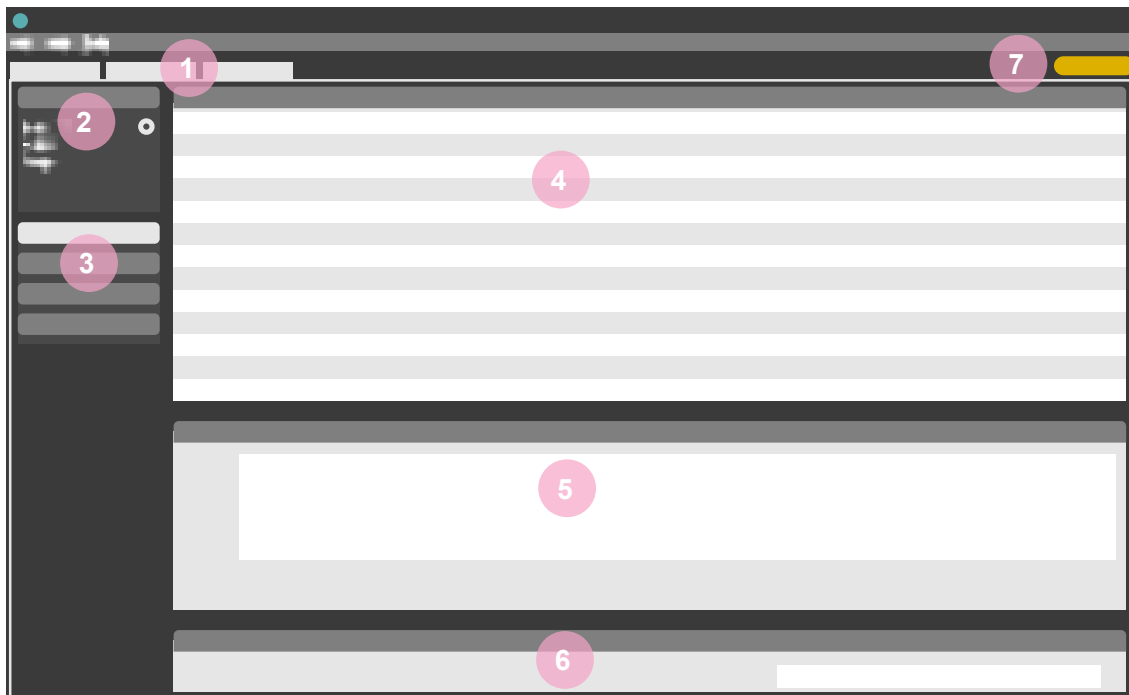

図 1. メインウィンドウ概観
測定器をRaySafe Viewに接続します。RaySafe Viewは、接続されている測定器を測定器パネル左側に表示します (4ページ、図 1の2)。これで、すべての新しい測定データがRaySafe Viewに自動的に表示されるようになりました。
**ヒント!** 1つのタブに接続できる測定器は1台です (4ページ、図 1の1)。